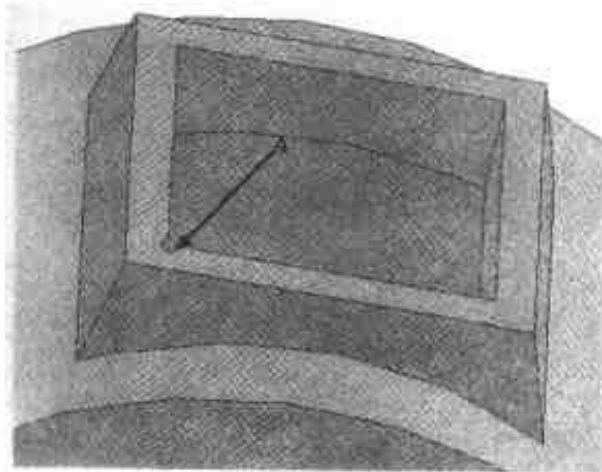
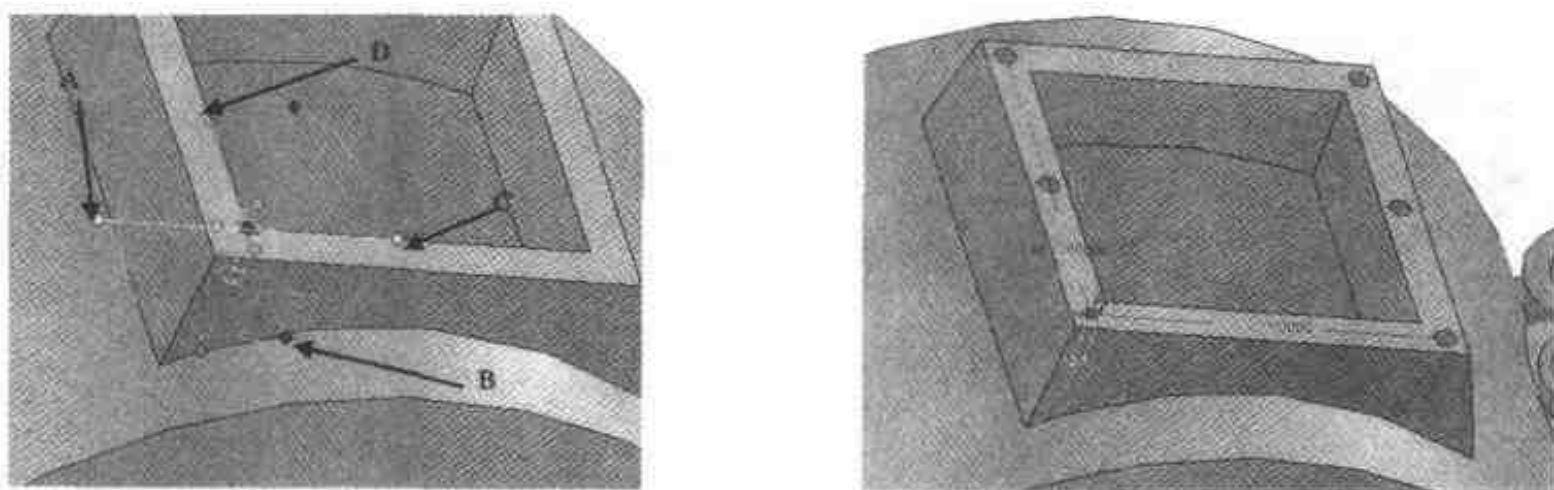

图 2.50 添加【自定义孔】图素
图 2.51 完成窥视孔盖板的安装孔
(21) 从【工具】设计元素库中向如图 2.50 所示的窥视孔角点 A 处拖入一个【自定义孔】智能图素。
(22) 在弹出的对话框中选择【简单孔】，将【孔直径】改为 8，孔深度改为 20；在【底部形状】选项组中选择【V 形底部】单选按钮，单击【确定】按钮。
(23) 打开【三维球】，沿如图 2.51 所示轴 A 和轴 B 向下向左移动 7.5，单击手柄 C 使黄色轴线出现，然后右击手柄 D，选择【生成矩形风格】命令，
在【第一方向】文本框中输入“3”，在【第一方向距】文本框中输入“67.5”，在【第二方向距】文本框中输入“135”，单击【确定】按钮，结果如图 2.51 右图所示。